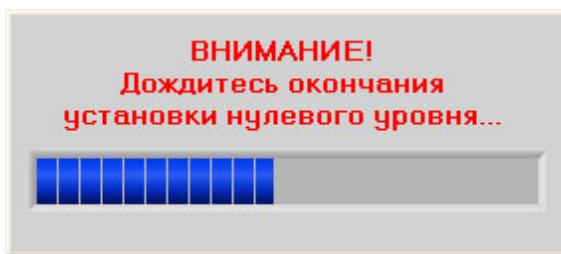

Рис. 5.5. Окно ожидания окончания установки нулевого уровня.
*Установка нулевого уровня* – передача команды в контроллер МПИ для аппаратной градуировки с целью определения нулевого уровня АЦП. Операция длится около 10 секунд. На это время программа будет заблокирована, а на экран выведется окно ожидания (Рис. 5.5), которое исчезнет по завершении установки. В конце операции на экран выведется новое значение параметра delta, которое сохранится в файл конфигурации set.cfg и будет учитываться в дальнейшем при расчётах, прибавляясь к значениям АЦП.